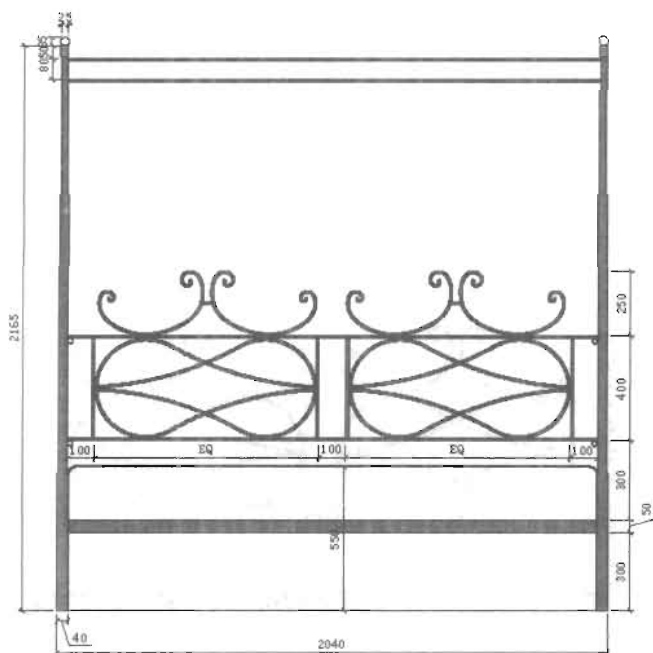

图 5-102
(16) 单击“修改”工具栏中的“偏移”按钮, 偏移复制出两柱之间上方的栏杆, 并填充颜色, 如图 5-102 所示。